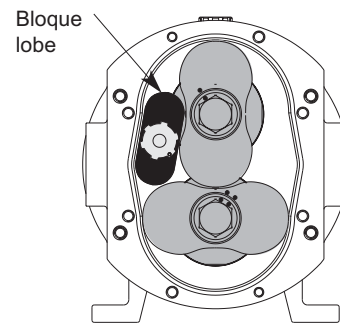

Figure 10
4. Positionner le bloque lobe **111** comme indiqué en figure 10, puis dévisser l'écrou **38** de blocage du palier de l'arbre transmission **29**.